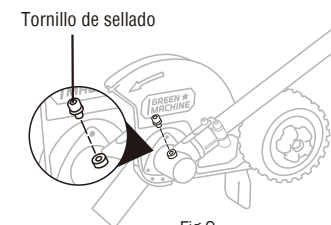

Fig.9
1. Coloque la bordeadora en posición vertical de modo que el tornillo de sellado quede hacia arriba (Fig. 9).